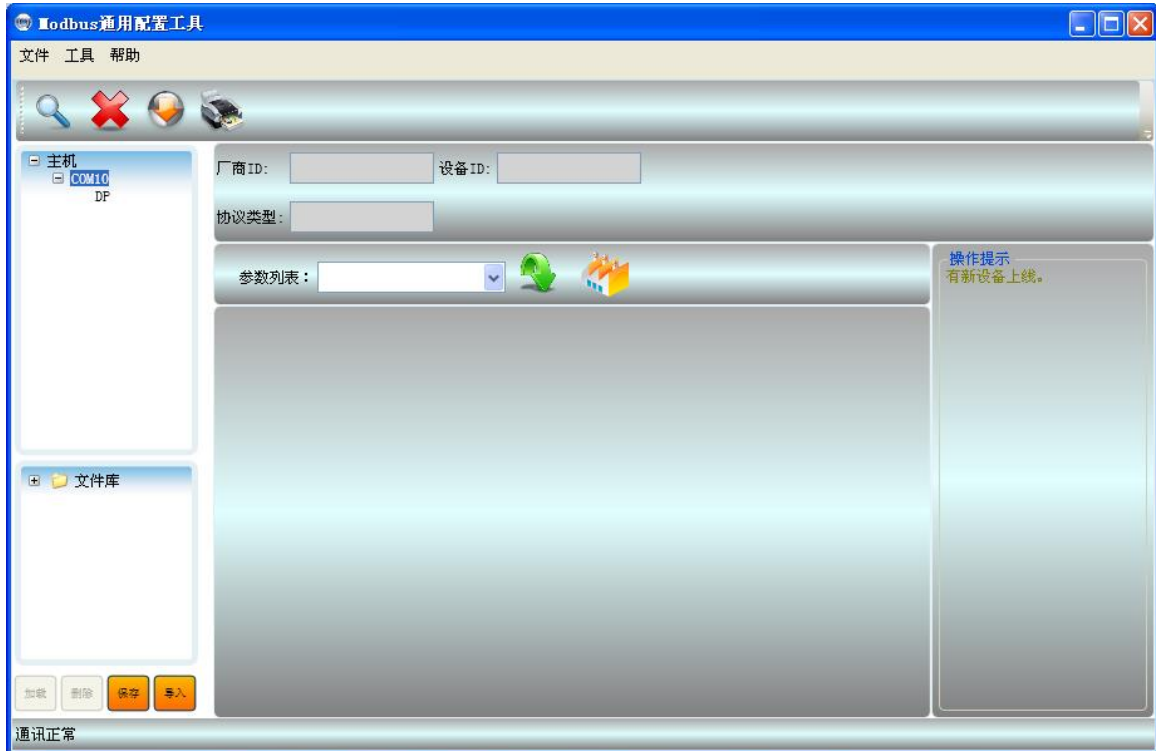

图 4.6 搜索设备
- 5) 在创建的端口上点击右键，根据操作提示搜索设备，搜索成功会在端口号下方显示搜索到的设备信息，如下图 4.6 所示：